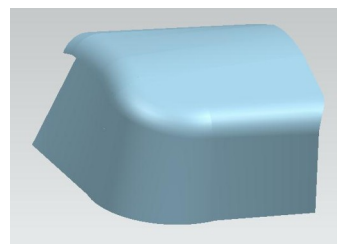

рис.40
- Результат скругления показан на рис.40.